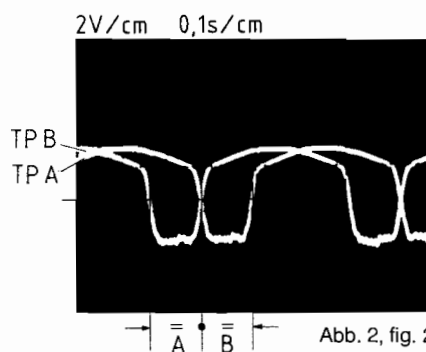

Abb. 2, fig. 2
4. Mit Steller PM 12 Oszillogrammkurven auf Symmetrie einstellen (siehe Abb. 2).
- 4) Adjust the curves for symm. with PM 12 (fig. 2).
- 4) Régler les courbes sur sym. (fig. 2) avec PM 12.